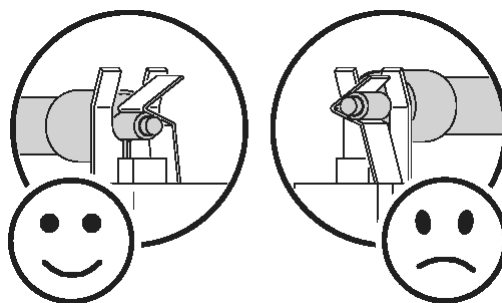

Рис. 5: Правильная фиксация лампы
5. Убедитесь, что контакты лампы встали под V-образной частью фиксатора, а не внутри неё, как показано на рис. 5.